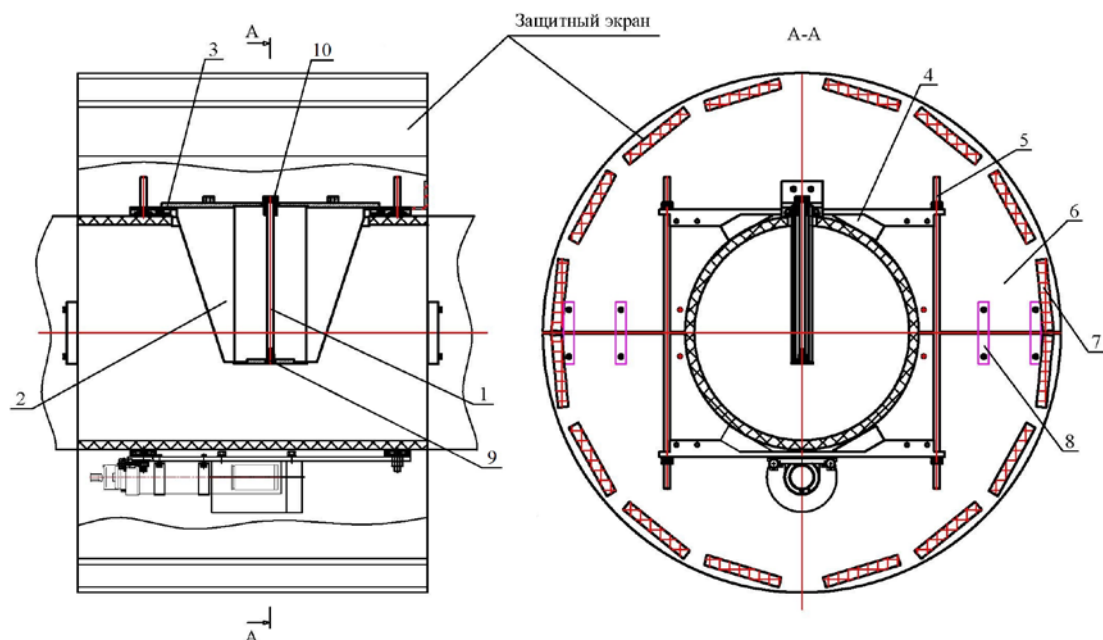

Рис. 4. Установка плотномера на трубопроводе
2.2.5.2 Извлеките из ящика детали устройства крепления и кассету (рис. 4).
2.2.6.4 С помощью шпилек смонтируйте основание с установленным на нем блоком детектирования на трубопроводе, как показано на рис. 4.